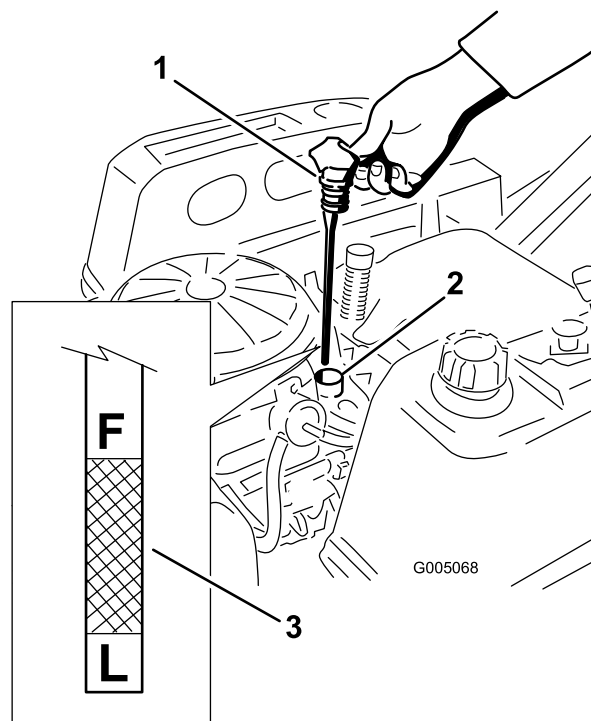

Figure 30
4. Sortez le bouchon de remplissage/la jauge de niveau d'huile et essuyez-la sur un chiffon. Remettez la jauge en place en l'enfonçant au maximum (Figure 30).
5. Sortez de nouveau la jauge et contrôlez le niveau d'huile (Figure 30).
8. Tournez le robinet de vidange d'huile de 1/4 de tour dans le sens anti-horaire pour l'ouvrir et permettre à l'huile de s'écouler (Figure 32). Enlevez le bouchon de remplissage/la jauge (Figure 30).
15. Versez avec précaution environ 80 % de la quantité d'huile spécifiée dans le goulot de remplissage (Figure 30).
16. Remettez fermement en place le bouchon de remplissage/la jauge d'huile (Figure 30).
17. Vérifiez le niveau d'huile (Figure 30) (voir Contrôle du niveau d'huile).
19. Remettez fermement en place le bouchon de remplissage/la jauge d'huile (Figure 30).